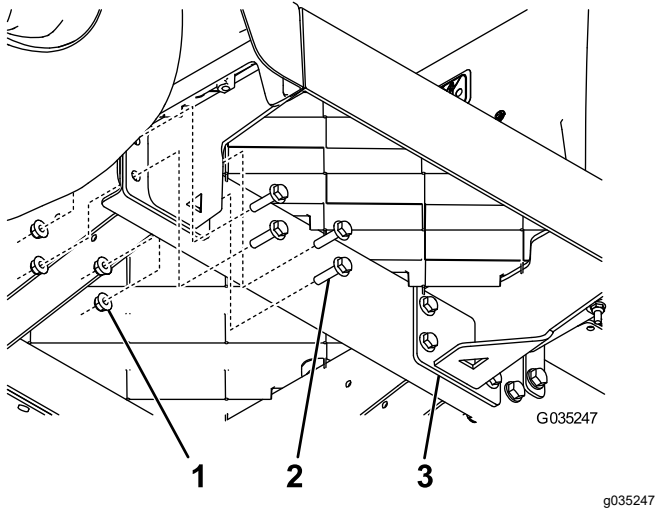

Figura 5
- Instale un soporte nuevo de la chapa de suelo usando 8 pernos con arandela prensada ($5/16'' \times 1\frac{1}{4}''$) y 8 tuercas con arandela prensada ($5/16''$), como se muestra en la Figura 5.
- Instale el otro soporte nuevo de la chapa de suelo usando 8 pernos con arandela prensada ($5/16'' \times 1\frac{1}{4}''$) y 8 tuercas con arandela prensada ($5/16''$), como se muestra en la Figura 5.